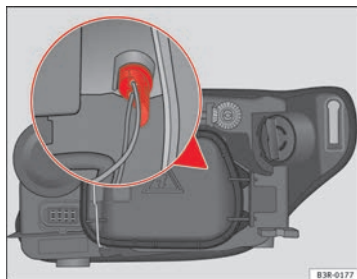

Fig. 223 Lampadina Luci di posizione
- Estrarre il portalampada afferrandolo per l'impugnatura ⇒ fig. 223 (si può estrarre anche tirando i cavi del portalampada).